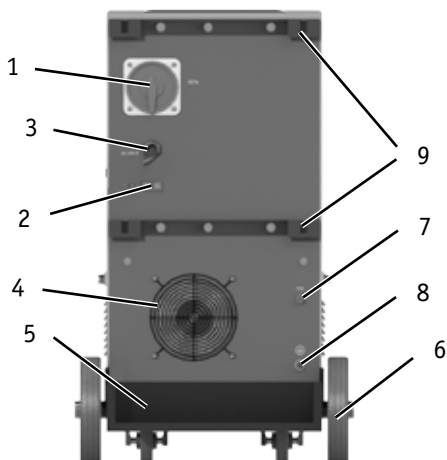

Рис. 6.2. Вид задней панели.
2. Подсоедините газовый шланг к газовому разъему аппарата (п. 7, рис. 6.2) и к газовому редуктору, присоединенному к баллону. При подключении баллон и редуктор должны быть закрыты. Система газоснабжения, состоящая из газового баллона, редуктора и газового шланга, должна иметь плотные соединения (используйте винтовые хомуты), чтобы обеспечить надежную подачу газа и защиту сварочного шва.